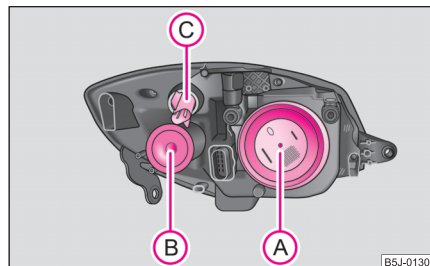

Fig. 184 Phares avant: Emplacement des ampoules
Positions des ampoules dans les phares avant ⇒ fig. 184.
- Enlevez le capuchon (A) ⇒ page 216, fig. 184.
- Faites tourner la douille (C) vers la gauche ⇒ page 216, fig. 184 et sortez la douille avec l'ampoule.
- Enlevez le capuchon (B) ⇒ page 216, fig. 184.